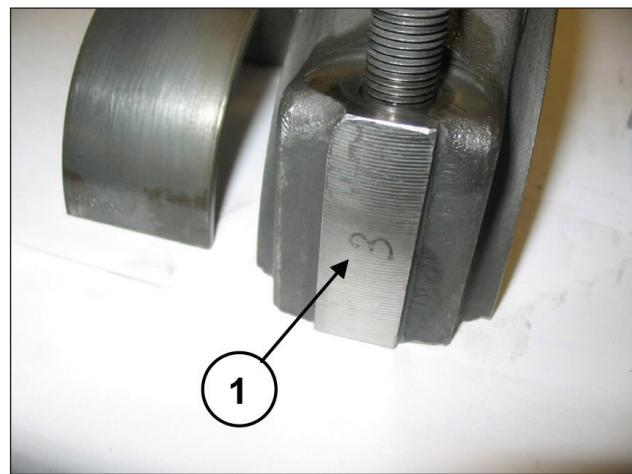

Рис. 25
Чтобы не перепутать, крышки и половинки шатунов по бокам пронумерованы (поз. ①, Рис. 25).